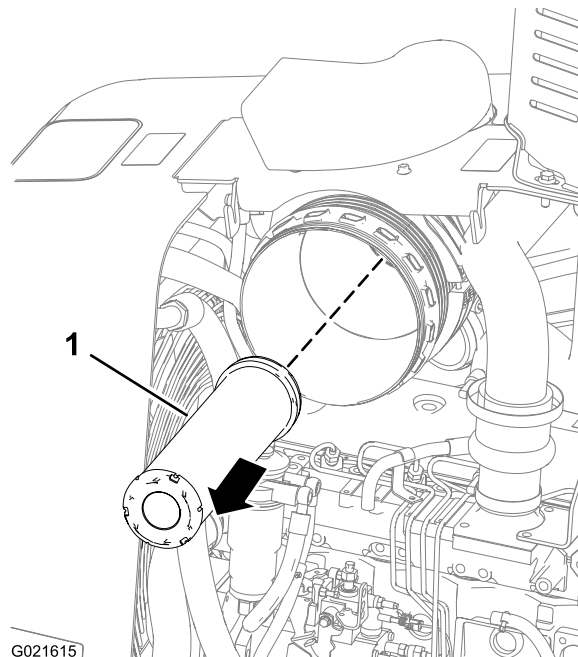

Рисунок 51
Оттяните элемент воздухоочистителя тонкой очистки наружу и извлеките его из корпуса воздухоочистителя. (Рисунок 51).
4. Вставьте новый элемент воздухоочистителя тонкой очистки в корпус воздухоочистителя (Рисунок 51).